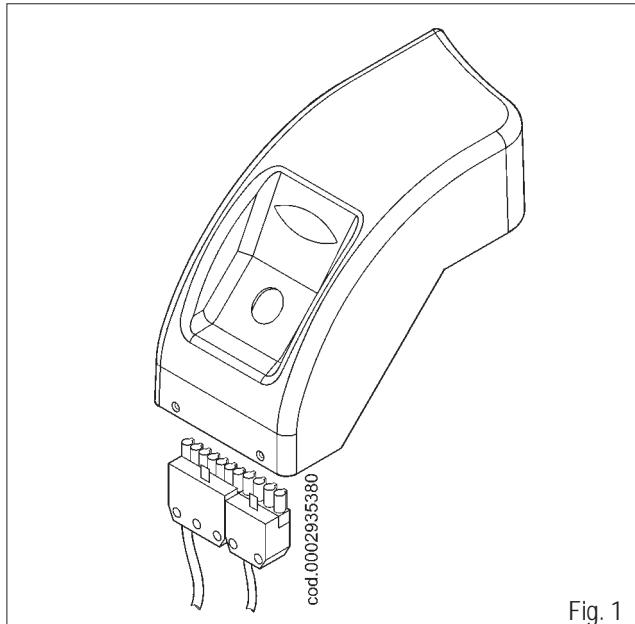

Fig. 1
- 1) En suivant les instructions fournies au paragraphe "Entretien", extraire le groupe de mélange et enlever la vis (1) qui raccorde la tige d'avance (2) du groupe au tuyau de refoulement du gaz (3) en passant à travers la rainure (4) réalisée sur le raccord coudé (figure 1).
- 2) Tourner le raccord coudé de 180° de manière à faire coïncider le trou du tuyau de refoulement du gaz et la rainure (4a) réalisée dans une position diamétralement opposée sur le raccord même. Raccorder de nouveau la tige d'avance (2) et le tuyau de refoulement du gaz (3) avec la vis (1) d'après la figure 1.
- 1) Introduire la fiche à 7 pôles et à 4 pôles pour la version "P", dans les prises situées sous la base de support du tableau électrique d'après la figure 1.